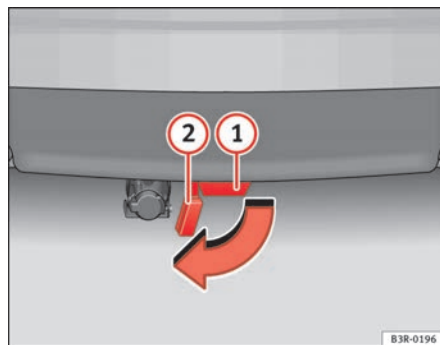

Abb. 149 Stoßfänger hinten: Verschlussdeckel aufklappen
- Klappen Sie den Verschlussdeckel (2) ⇒ Abb. 149 des Aufnahmeschachts (1) unterhalb des Stoßfängers bis zum Endanschlag heraus. Der Verschlussdeckel verrastet am Endanschlag automatisch.